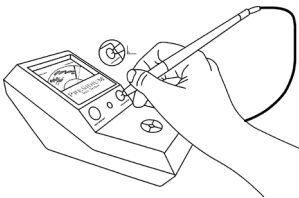

Abb. 1.5
- Drücken Sie den Sondierstift auf die Diamantscheibe auf der rechten Seite der Leuchtanzeige (**Abb. 1.5**). Drücken Sie lediglich so fest, dass die Prüfspitze vollständig im Sondierstift verschwindet. Nach diesem Vorgang sollte die Nadel innerhalb von zwei bis drei Sekunden bis hoch in den grünen Bereich der Ansteige steigen